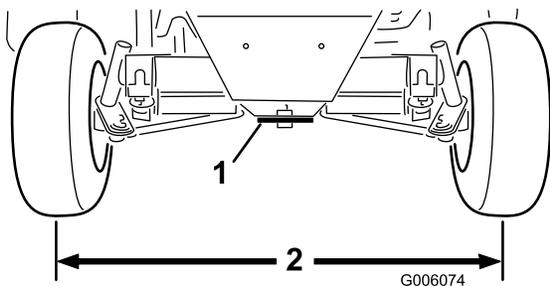

Figura 58
2. Allentate i controdadi su entrambi i tiranti. Regolate entrambi i tiranti finché la distanza da centro a centro sulla parte anteriore e posteriore delle ruote posteriori non è identica (Figura 58).